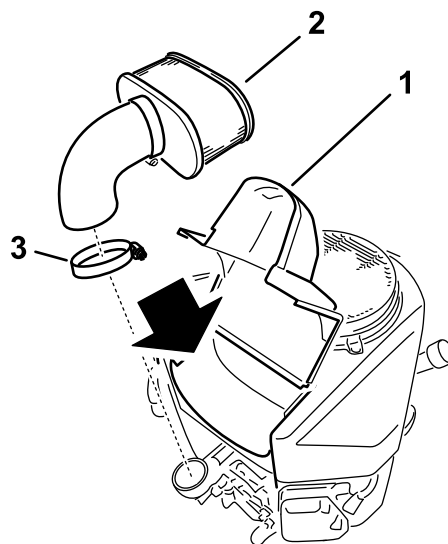

Figura 33
4. Afloje la abrazadera y retire el elemento de papel (Figura 33).